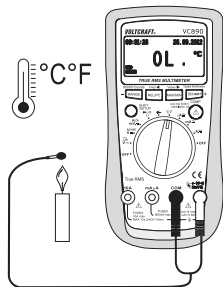

Fig. 9
2. Appuyez sur la touche SHIFT/SETUP (3) pour changer la fonction de mesure en un affichage en « °F ».
3. Insérez la sonde thermique en respectant la polarité avec le pôle positif dans la douille de mesure °CHzVΩ (7) et avec le pôle négatif dans la douille de mesure COM (8) (Fig. 9).